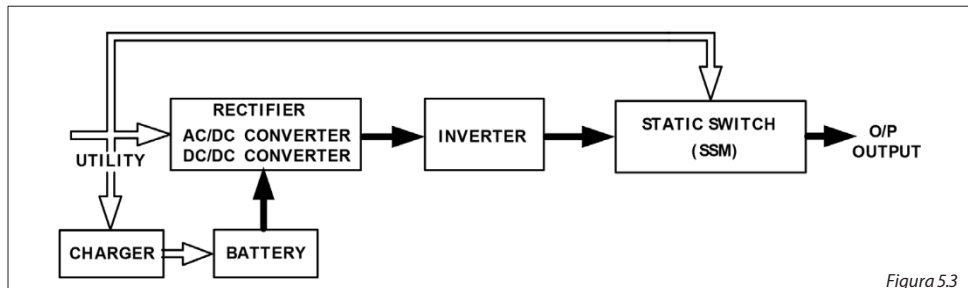

Figura 5.3
3. În timpul unei întreruperi a alimentării cu energie electrică, UPS-ul va funcționa conform ilustrației din Figura 5.3. Când bateriile sunt descărcate, soneria va emite un semnal sonor continuu până când bateriile se vor descărca complet. Protecția UPS-ului împotriva descărcării bateriilor va întrerupe alimentarea bateriilor la un prag prestabilit pentru a evita descărcarea excesivă a bateriilor.